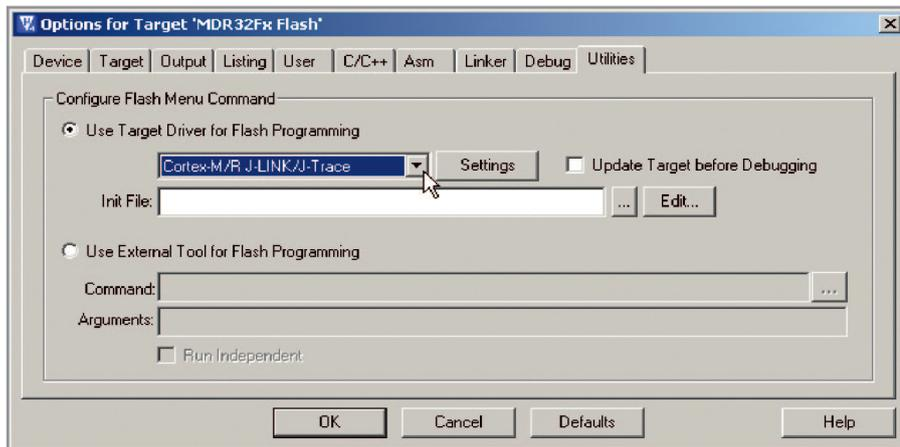

Рис. 1. Выбор типа отладчика для программирования
*Configure for target 'MDR32Fx Flash'*. В нём следует выбрать вкладку *Utilities*. Там надо указать тип отладчика в соответствии с рис. 1.